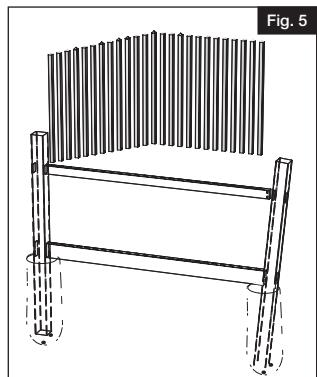

Fig. 5
- b. En partant du côté gauche, insérer les barreaux ou les planches dans la traverse supérieure. Puis, enclencher les barreaux ou les planches dans la traverse inférieure (Fig. 5).